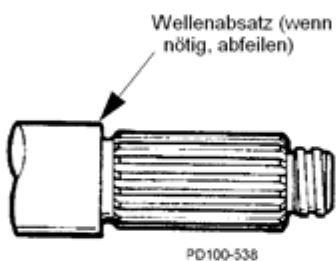

Abb.47 Wellenabsatz
3. Sollte der Wellenabsatz scharfkantig sein, bearbeiten Sie ihn mit einer Feile, um Beschädigungen des Wellen-O-Rings bei der Demontage des Dichtungssitzes zu vermeiden, siehe auch Abb. 47.